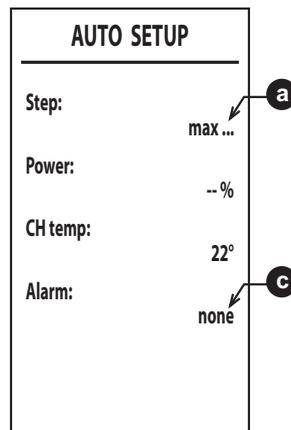

fig. 53
6. Dopo l'accensione, il bruciatore si posiziona in riscaldamento alle varie potenze (max, med, min) indicate dal punto **a** (fig. 53).
8. Qualora la sequenza di accensione descritta al punto “6” non sia andata a buon fine, compare la scritta **max\_err** al punto **a** e un codice di errore al punto **c** (fig. 53).